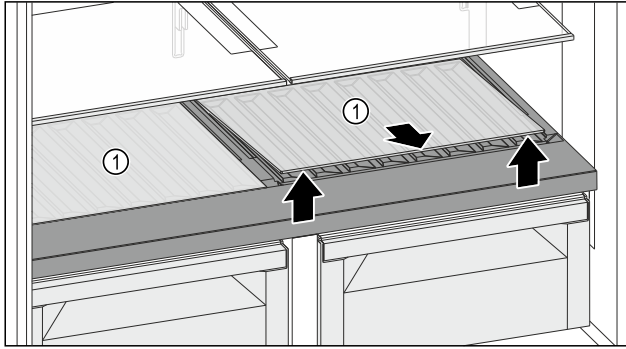

Fig. 121
- ▶ Een glasplaat of beide glasplaten Fig. 121 (1) bij de uitsparing aan de voorzijde optillen en verwijderen.
- ▶ Glasplaat / Glasplaten Fig. 121 (1) goed bewaren buiten het apparaat.